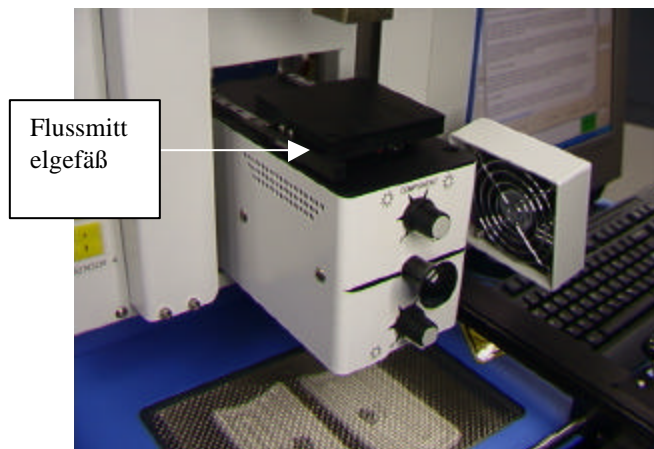

Abbildung 17b
- xii. Wenn die Flussmitteloption ausgewählt wurde, platzieren Sie die Flussmittelbaugruppe auf das Kameragehäuse. (Abbildung 17b)